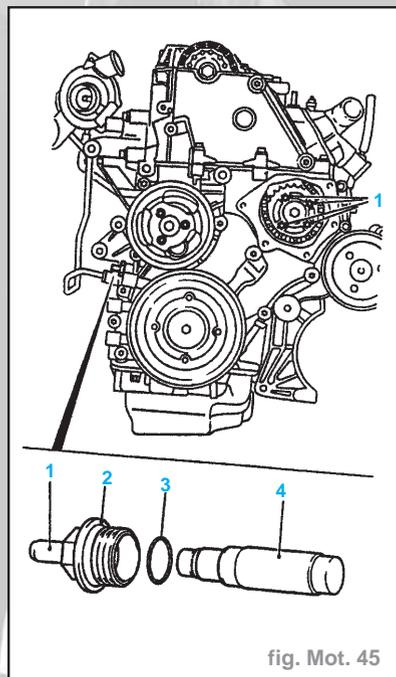

fig. Mot. 45
- Introduire la goupille d'arrêt de la pompe à injection **KM-927** (3) jusqu'en butée dans l'alésage d'arrêt de la pompe à injection.
- Placer le tendeur de chaîne duplex (4) dans le carter de distribution. Le côté hermétique du tendeur de chaîne doit pointer en direction du rail tendeur. Reposer le bouchon fileté de fermeture (2) avec une bague d'étanchéité neuve (3). Couple de serrage : **6 daN.m** (fig. Mot. 45).
- Placer le tendeur de chaîne simplex (4) dans la culasse. Le côté hermétique du tendeur de chaîne doit pointer en direction du rail tendeur. Reposer le bouchon fileté de fermeture (2) avec une bague d'étanchéité neuve (3). (fig. Mot. 45). Couple de serrage : **6 daN.m**
- Placer le tendeur de chaîne simplex (4) dans la culasse. Le côté hermétique du tendeur de chaîne doit pointer en direction du rail tendeur. Reposer le bouchon fileté de fermeture (2) avec une bague d'étanchéité neuve (3) (fig. Mot. 45).